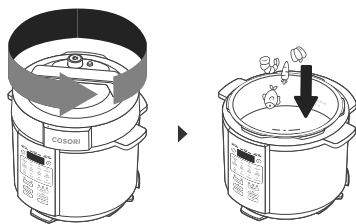

Figura 5.1
1. Gire la tapa en sentido contrario a las agujas del reloj y levántela para abrirla. Añada los ingredientes a la olla interior. [Figura 5.1]